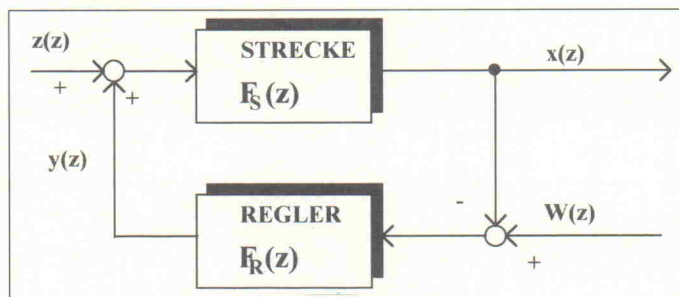

Bild 90. Der diskrete Regelkreis.
**D**er Entwurf diskreter Regelkreise gestaltet sich um so schwieriger, je größer die Abtastzeit gewählt wird. In diesem Fall kann man nicht mehr von einer quasikontinuierlichen Betrachtungsweise ausgehen und sollte sich von jeglicher Anlehnung an kontinuierliche Regler freimachen. Grundlage für die weiteren Betrachtungen ist der diskrete Regelkreis nach Bild 90.
Ausgehend von dem diskreten Regelkreis in Bild 90 folgt aus den Gleichungen (1) und (2) für die diskrete Führungsübertragungsfunktion die Gleichung (5). Für das Nennerpolynom  $N(z^{-1})$  gilt Gleichung (6) oder in verallgemeinerter Form Gleichung (7).